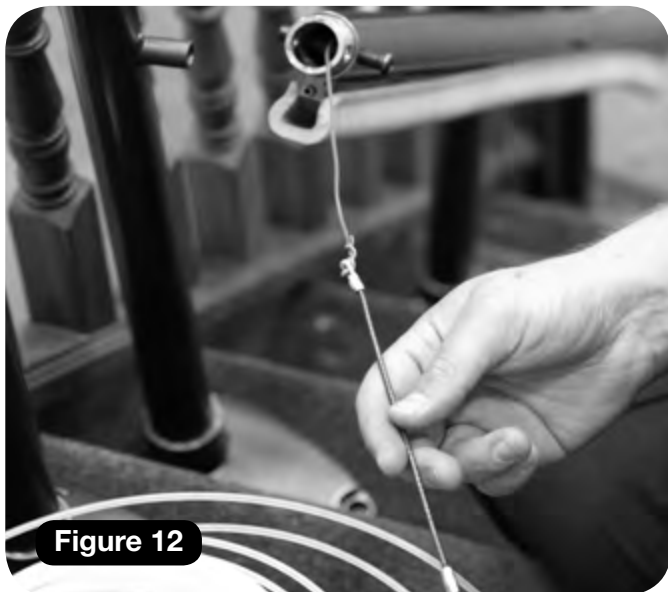

Figure 12
- 1 Utilisez le fil d'électricien préalablement enfilé dans le rail pour acheminer le câble dans le rail (**Figure 12**).